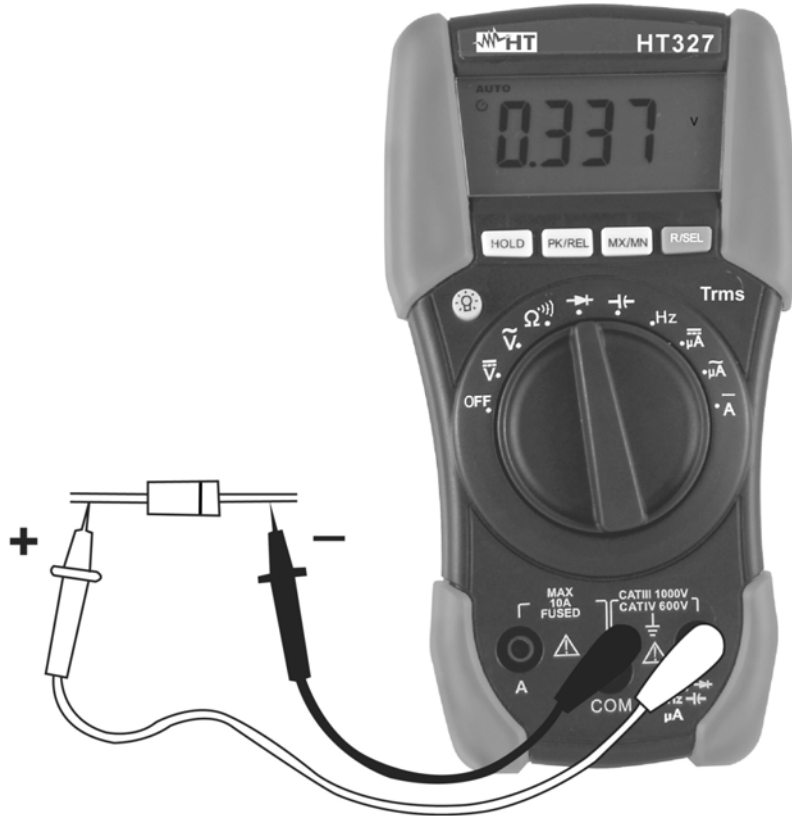

Abb. 7: Diodentest
2. Verbinden Sie die Messleitungen wie folgt: die rote Messleitung in die $\rightarrow \text{HzV}\Omega\mu\text{A}$ - Buchse und die schwarze Messleitung in **COM**-Buchse (s. Abb. 7).
3. Verbinden Sie die Messleitungen mit der zu testenden Diode unter Berücksichtigung der Polarität (s. Abb. 7). Der typische Spannungsabfall ist 0.4 ~ 1.0 V